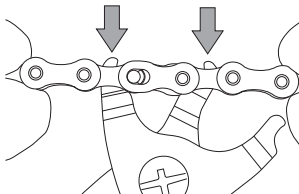

Abb.10
- Setzen Sie das Werkzeug zum Öffnen des Steckglieds, dessen Zähne eine Stärke von weniger als 1,8 mm aufweisen, in die Innenglieder neben dem C-Link™ ein (Abb. 10).